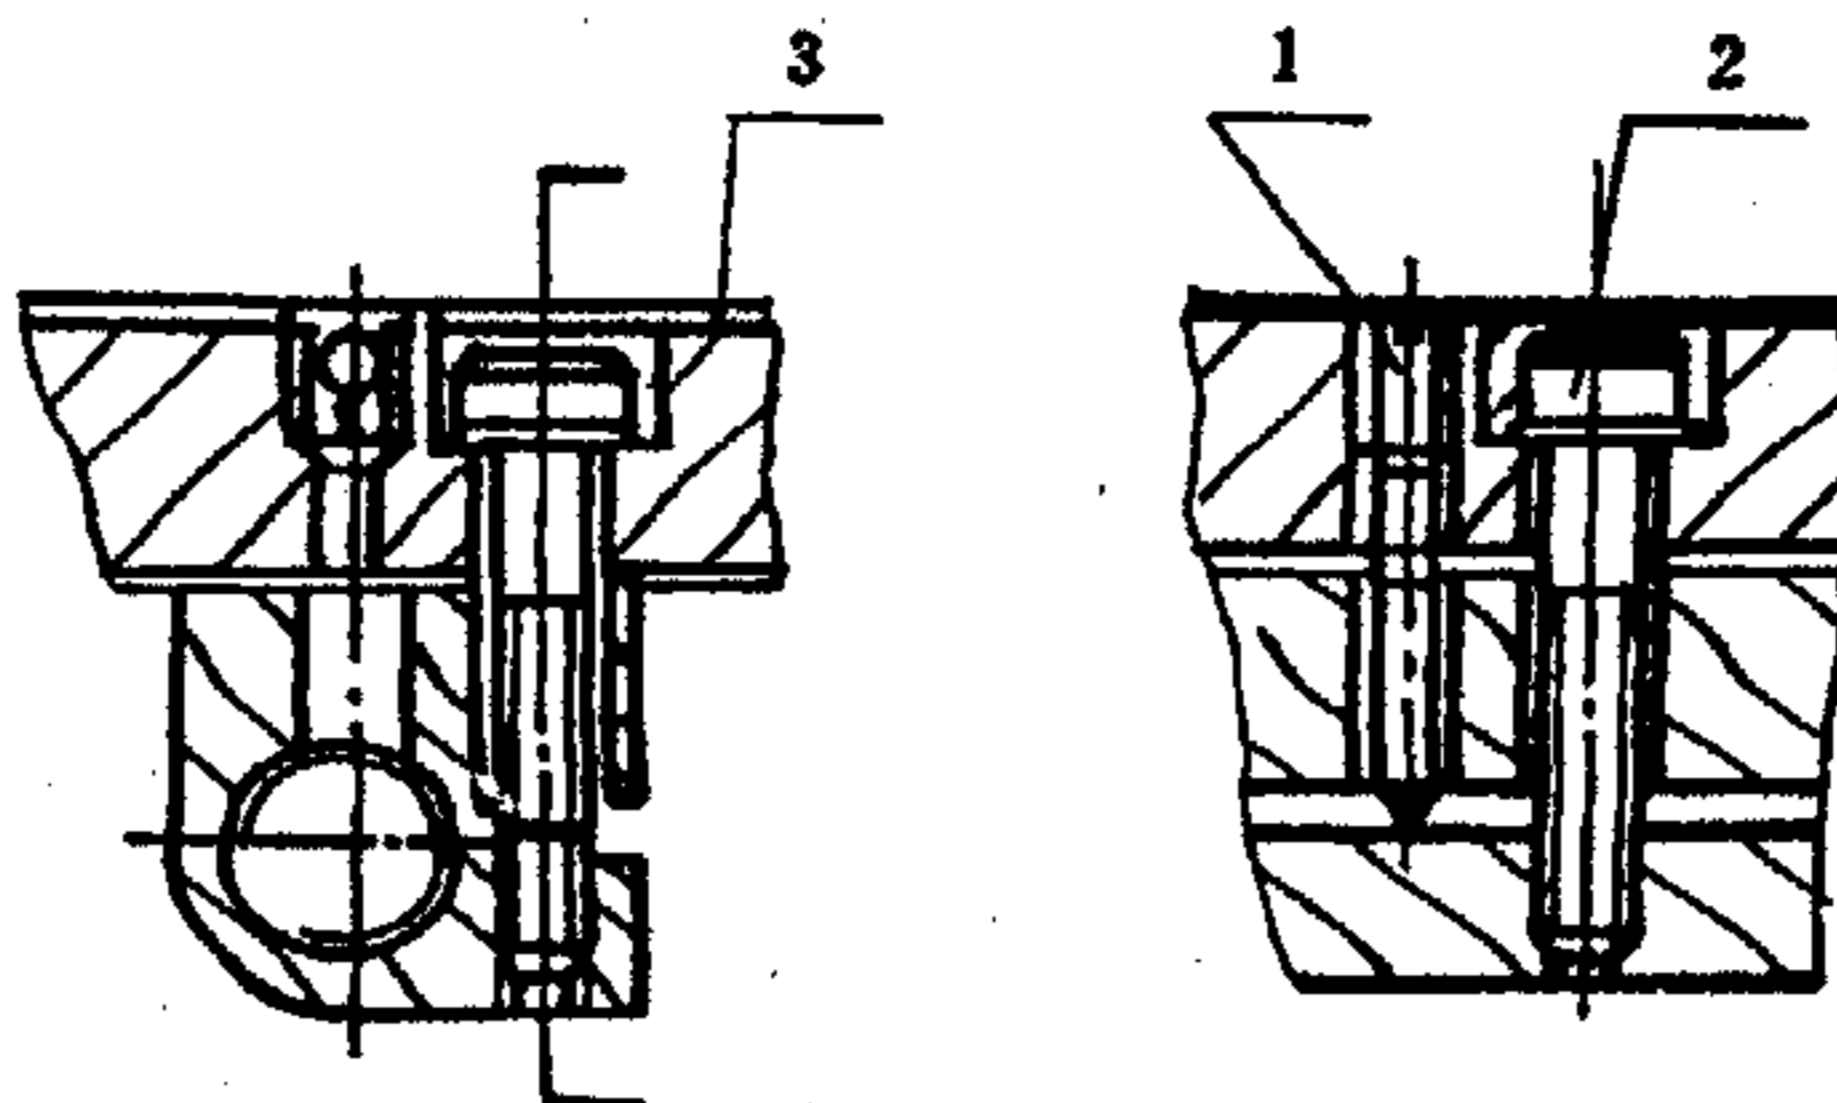

Рис. 11-7 Схема регулировки винта поперечных салазок
Поперечные салазки приводятся в движение с помощью маточной гайки, которая перемещается с вращением ходового винта и используется для устранения зазора трансмиссии регулировкой соответствия расчётному диаметру. При регулировке сначала ослабьте стопорный винт (1), а затем – регулировочный винт (2) до удаления зазора. После регулировки снова затяните винт (1) и закройте пылезащитную крышку (3). Смотрите Рис. 11-7.